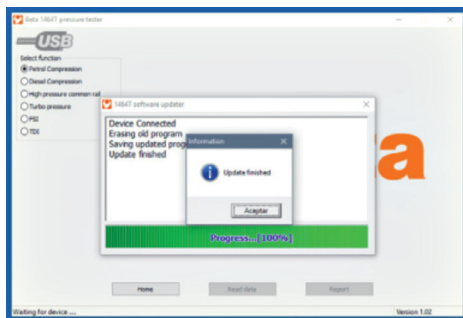

Fig. 7
- Attendre l'achèvement du processus de mise à jour ; sur le PC s'affichera le message "Mise à jour complétée" (cf. fig. 7).